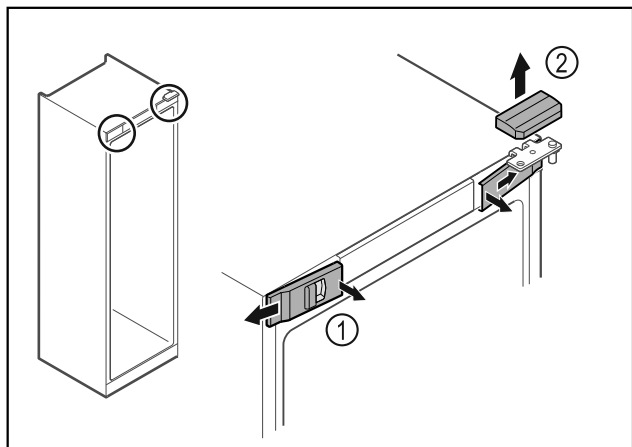

Fig. 9
- ▶ Pattintsa ki belül az elülső burkolatokat Fig. 9 (1), és tegye félre.
- ▶ Vegye le felfelé a felső burkolatot Fig. 9 (2).